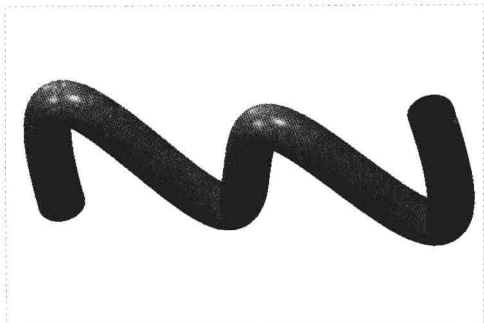

图 9-34 创建扫描曲面
Step 04 单击“应用并保存在工具中所做的所有更改，然后关闭工具操控板”按钮, 即可创建扫描曲面，如图 9-34 所示。